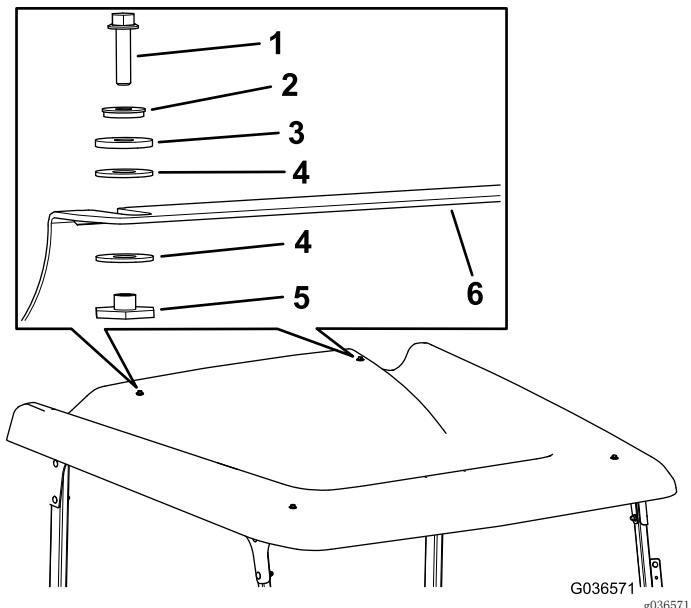

图13
14. 用 2 个六角凸缘螺栓 ($\frac{1}{4}$ x 1 英寸)、2 个密封垫圈、2 个摩擦垫圈、4 个塑料垫圈和 2 个凸缘轴套将遮阳篷安装到后交联上 (图13)。